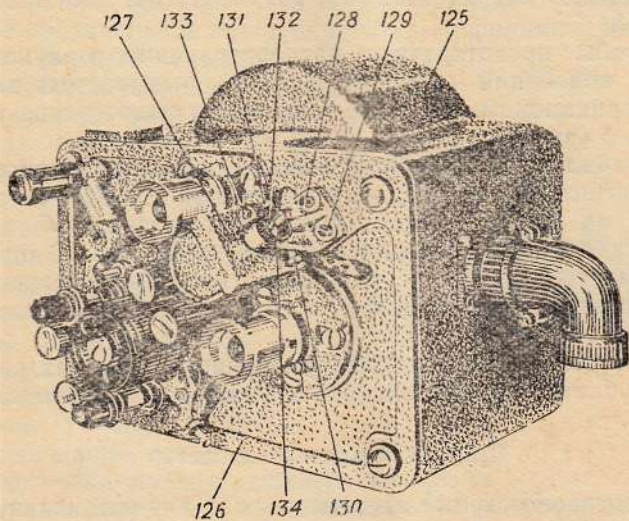

Рис. 17
*Магнитная стереофоническая приставка.* Магнитная стереофоническая приставка состоит из литого корпуса 125 (рис. 17), к которому крепится плато 126 с де-